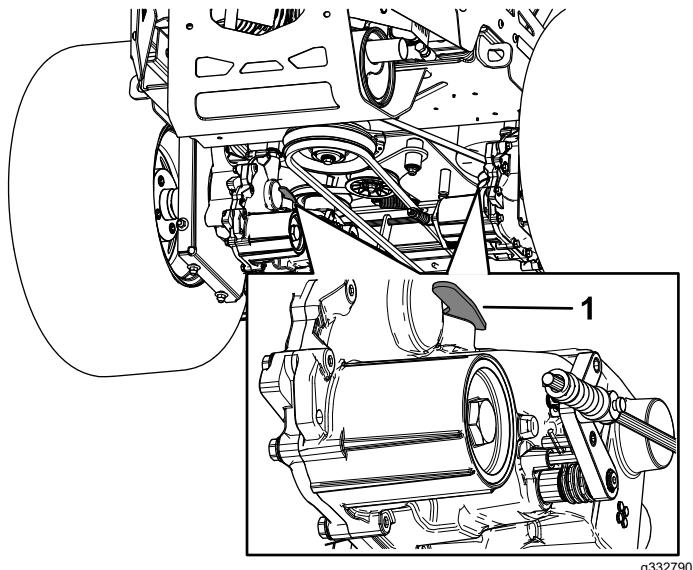

Figura 34
3. Para empujar la máquina, mueva ambas palancas de desvío hacia adelante y bloquéelas en esa posición (Figura 34).
5. Para conducir la máquina, mueva las palancas de desvío hacia atrás y bloquéelas en esa posición (Figura 34).